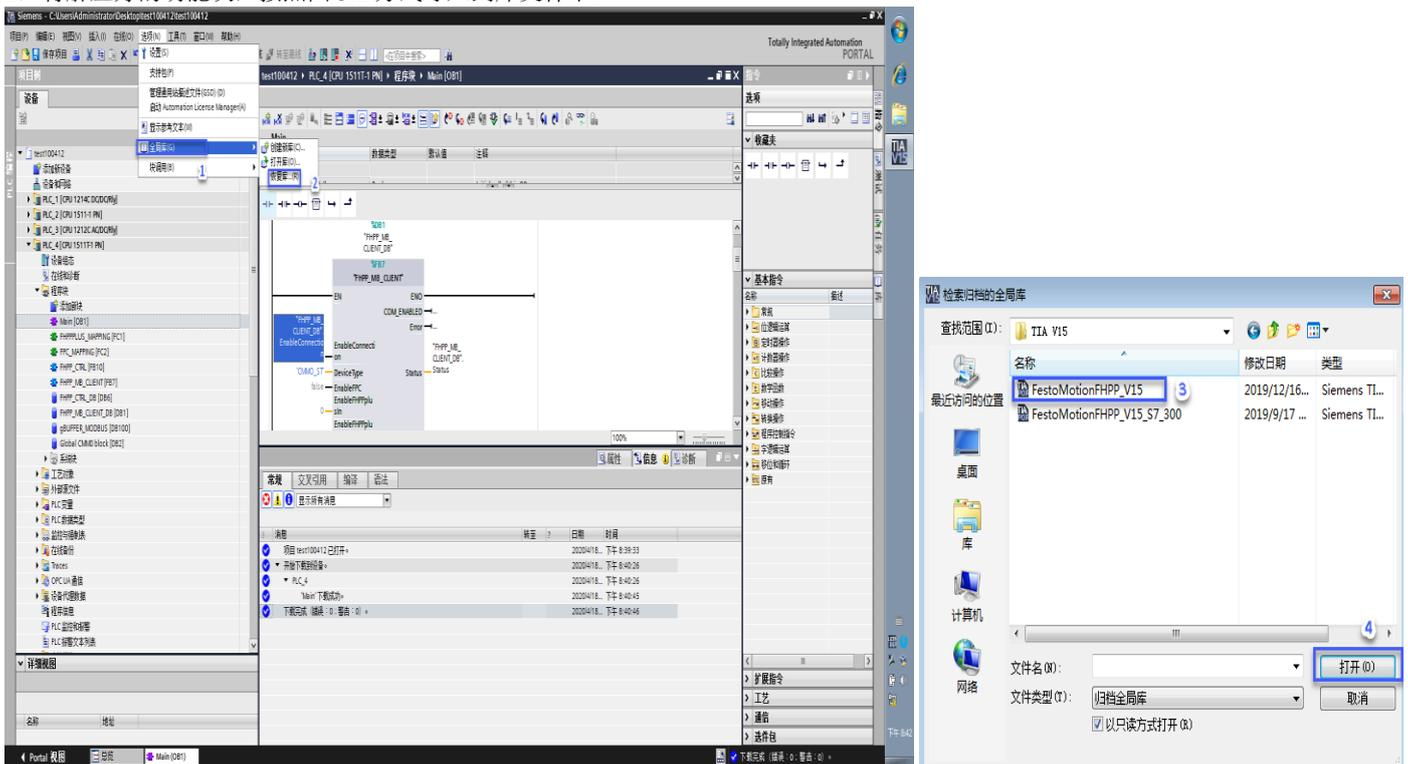

图 5.2 添加库文件
1) 将解压好的功能块，按照图 5.2 方式导入到库文件中。